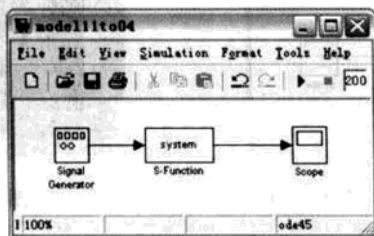

图 11.11 Simulink 模型图
(4) 搭建 Simulink 模型，保存为 model11to04.mdl，如图 11.11 所示。